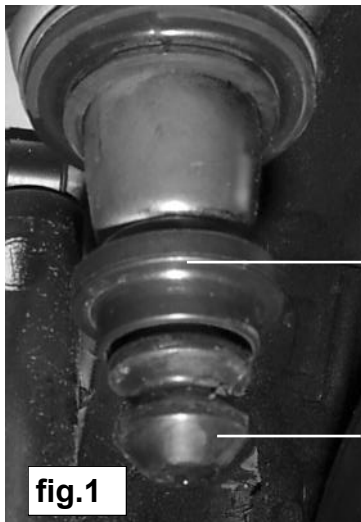

fig.1
3. Plaats veerschotel **A** op buffer **F**. Zie fig. 1.
3. Place springseat **A** on buffer **F**. See fig. 1.
3. Platzieren Sie Federteller **A** auf Puffer **F**. Siehe Fig. 1.
3. Placez la coupelle **A** sur la butée **F**. Cf. fig.1.